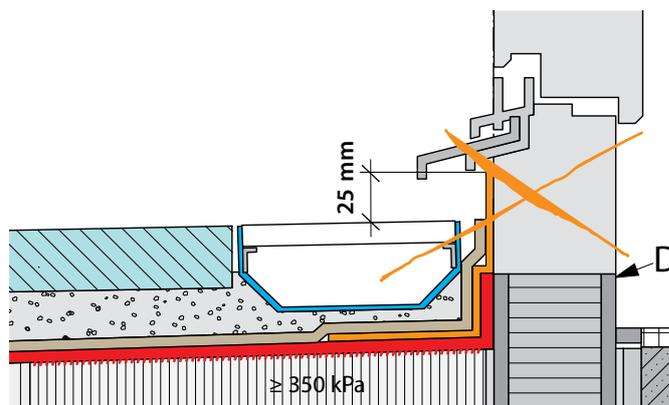

Fig. 18: altezza minima del risvolto per telai realizzati con materiali putrescibili
4. Per motivi di lavorazione (ad es. preparazione per risvolti eseguiti con resine), quando nella zona del risvolto sulla soglia si trovano **materiali putrescibili**, quali ad es. il legno, l'impermeabilizzazione deve sporgere di almeno 25 mm al di sopra della pavimentazione (lastricati) (vedi fig. 18). Per gli assiti di grandi dimensioni con giunti tra le doghe di almeno 8 mm e una percentuale di giunti superiore al 5%, questa sporgenza potrà essere ridotta. Va tuttavia garantito il drenaggio ottimale al di sotto degli assiti. I telai dei serramenti che si trovano a contatto diretto con la stratigrafia del tetto piano, dovrebbero essere non putrescibili, ad es. derivati del legno legati o rivestiti con materiali sintetici, metalli o materiali sintetici. Si ricorda che il telaio del serramento posto al di sotto dell'altezza di traccimazione deve svolgere la funzione di tenuta conformemente alla norma SIA 271